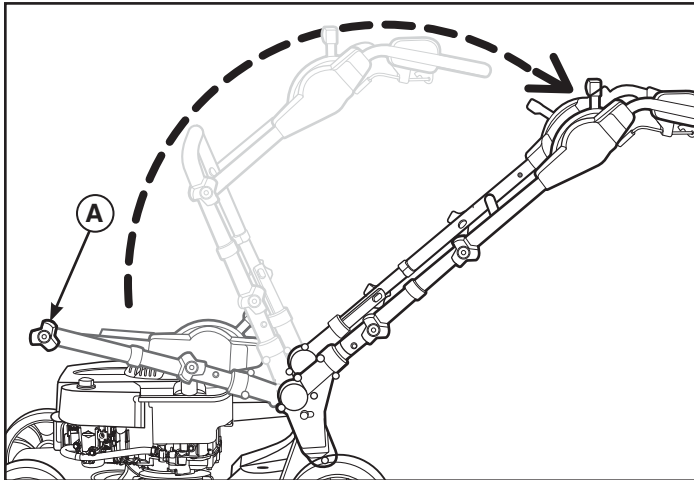

Figure 2
1. Desserrez les boutons de la poignée inférieure (A, Figure 2) à droite et à gauche des supports de poignée.